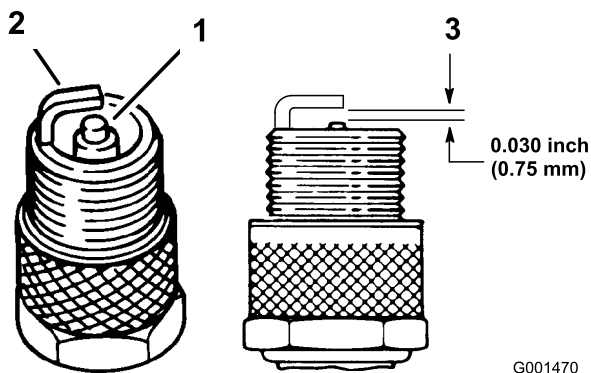

Рисунок 39
1. Осмотрите сердцевину свечи зажигания (Рисунок 39). Если вы видите на изоляторе светло-коричневый или серый налет, то двигатель работает должным образом. Черный налет на изоляторе обычно означает, что загрязнен воздухоочиститель.
3. Проверьте зазор между центральным и боковым электродами (Рисунок 39).
Примечание: Если зазор неправильный, отогните боковой электрод (Рисунок 39).
3. Присоедините провод к свече зажигания (Рисунок 39).